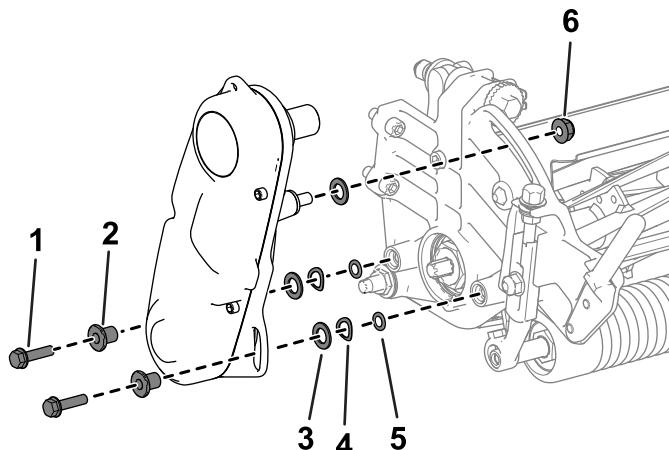

Figura 4
1. Retire los herrajes que fijan el conjunto de la transmisión del molinete a la placa lateral (Figura 4).
2. Retire el conjunto de la transmisión del molinete, las arandelas planas, las arandelas de muelle, los espaciadores y las juntas tóricas de la placa lateral (Figura 4).